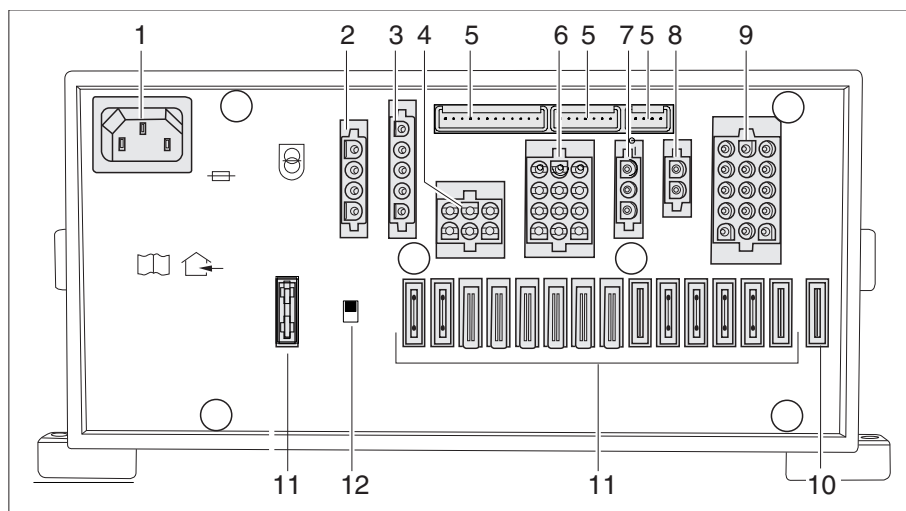

Fig. 240 Centralina elettrica (EBL 111)
- ▷ L'interruttore staccabatteria (Fig. 240,12) disconnette dalla rete a 12 V tutte le utenze collegate alla centralina elettrica.